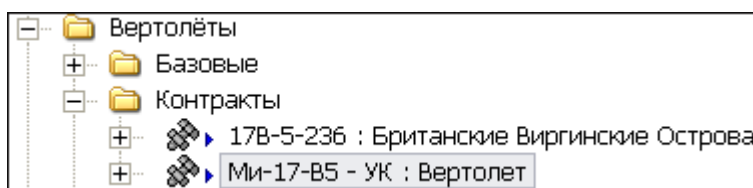

Рис. 61
1. В окне модуля PDM выделите изделие, например «Ми-17-В5-УК : Вертолет» (Рис. 61).